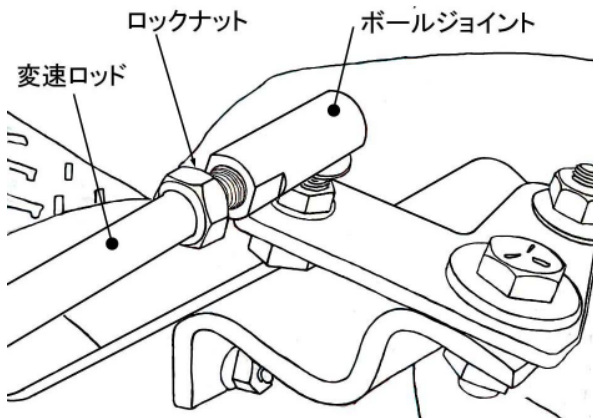

図 3-6
2. 変速ロッドの雄ネジにロックナットを入れてから、ボールジョイントに奥までねじ込み、変速ロッド上部と変速レバーの穴を合わせて、ロックナットをしっかりと締め付けます。(図 3-6)